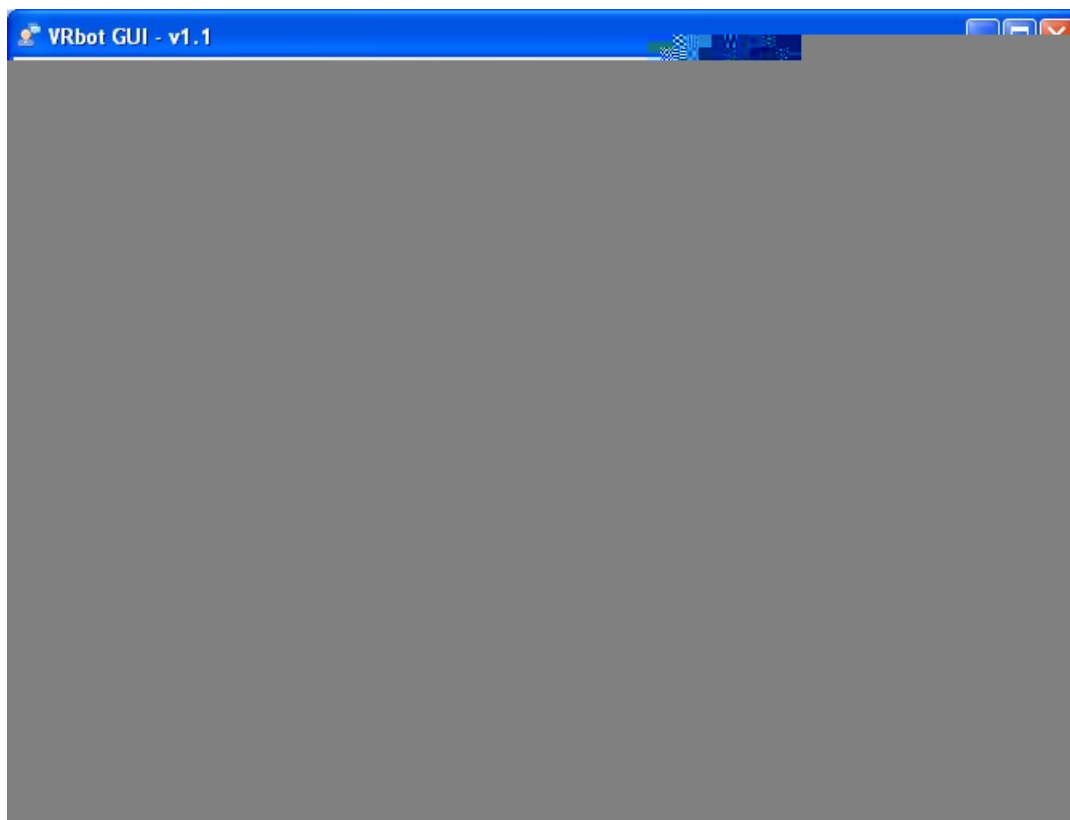

Figura 9. Edición de comandos en el grupo 2
7. Repetir el proceso para editar los comandos que se muestran en la figura 9 y que se introducen en el grupo 16. Estos grupos y comandos asociados serán empleados en los ejemplos de programación que se propondrán más adelante.